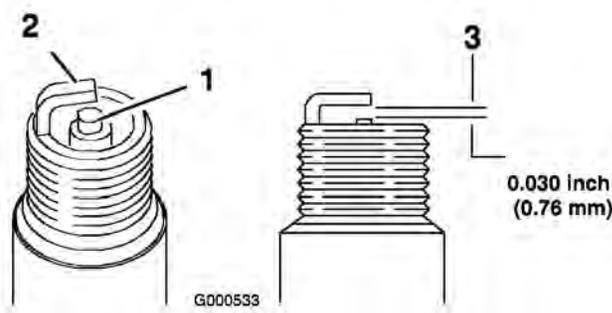

Figura 48
1. Controllate il centro delle candele (Figura 48).
2. Verificate la distanza tra gli elettrodi centrale e laterale (Figura 48), e se non è esatta piegate l'elettrodo laterale.